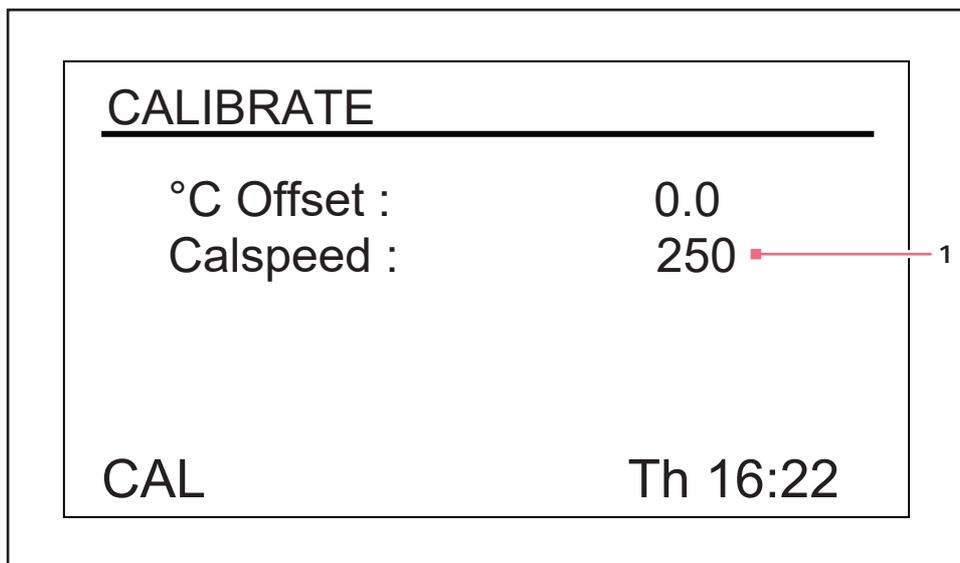

Fig. 9-15: Étalonner l'écran
1. Utiliser le bouton de commande pour accéder à l'écran *CAL* (voir Fig. 9-15 à la page 67).
La fonction **Calspeed** réglée sur l'écran **CAL** (voir Fig. 9-15 à la page 67) est utilisée pour étalonner la vitesse du mécanisme d'agitation. Il n'est pas nécessaire d'étalonner à nouveau la vitesse (déjà étalonnée en usine), tant qu'aucun composant majeur (par exemple courroie d'entraînement) n'est remplacé.